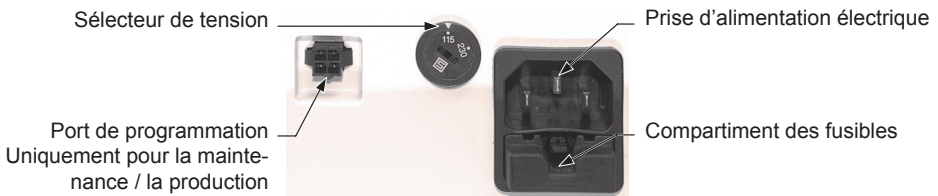

Fig. 2 - Dos de la console
1. Sortez la console de son emballage et vérifiez que le sélecteur de tension est bien réglé sur la tension adéquate. Il doit être réglé sur 115 V pour un courant de secteur de 110-120 V / 60 Hz ou sur 230 V pour un courant de secteur de 220-250 V / 50 Hz. Débranchez toujours la console avant de remplacer un fusible ou de régler le sélecteur de tension. Pour modifier la tension, utilisez un tournevis plat pour régler le sélecteur de tension au dos de la console. En cas de modification de la tension, il est également nécessaire de remplacer le fusible par un fusible adapté (Voir «CARACTÉRISTIQUES TECHNIQUES», page 36). Choisissez un fusible à action retardée de 0,3 A pour le 230/250 V et de 0,6 A pour le 115 V. Pour remplacer le fusible, appuyez sur la patte en plastique noir du fusible, sortez-le et insérez un fusible adapté. Voir Fig. 2.